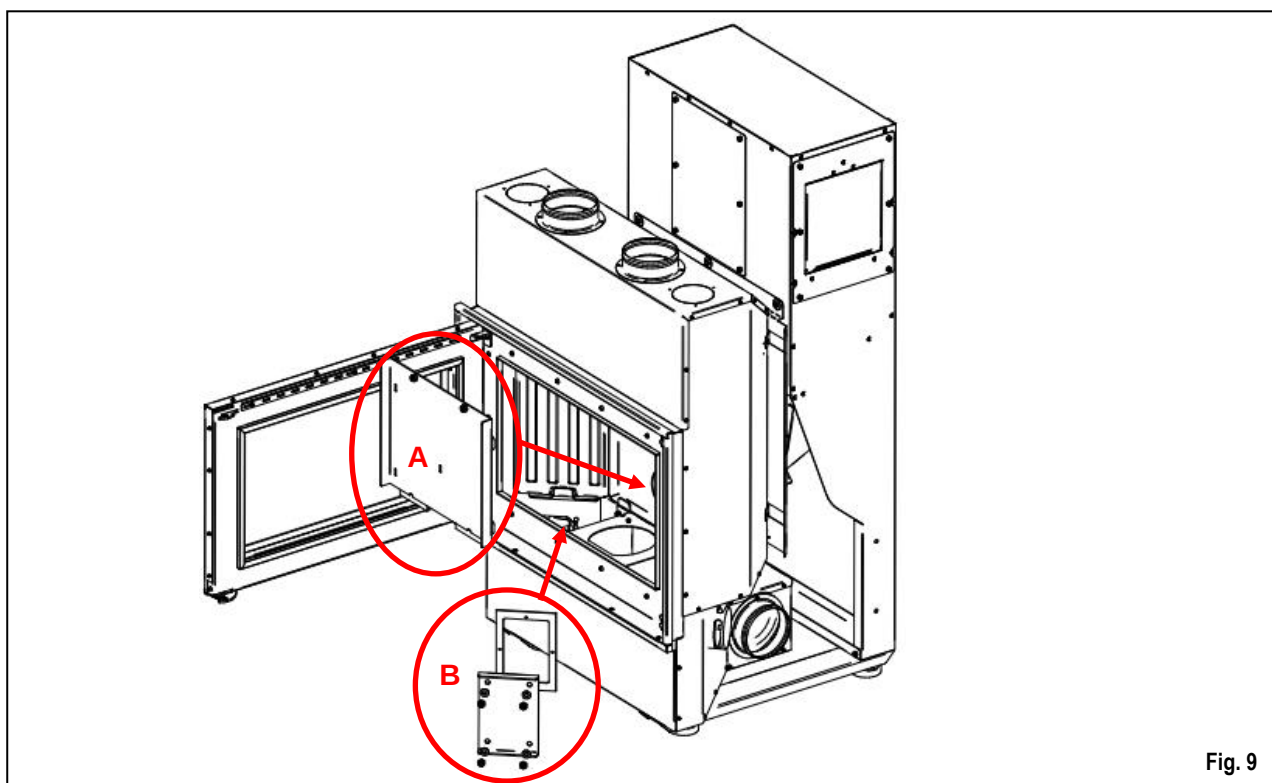

Fig. 9
Folosind o surubelnita plata faceti piurghie pe cele doua insertii indicate figura 1 pentru a inlatura inspectia frontala de acces la pasajul de fum (A) (Fig.9) dupa care inlaturati si inspectia pasajului de fum (B) (Fig.9).